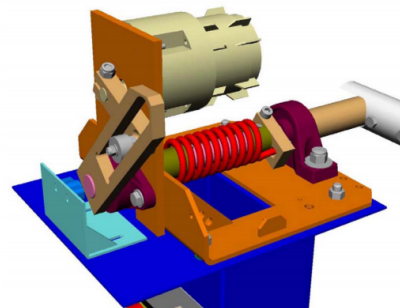

FIGURE 1 – Système Maxpid
**Question 1 :** Inscrire sur la figure 1 le nom technique de chaque solide et mettre ces résultats sous la forme d'un graphe des liaisons.